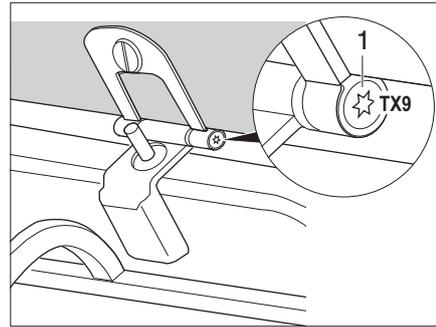

Fig. 126 Charnières du couvercle en verre
- À l'aide d'un tournevis pour Torx TX9, resserrer délicatement (Fig. 126,1) les vis des charnières.